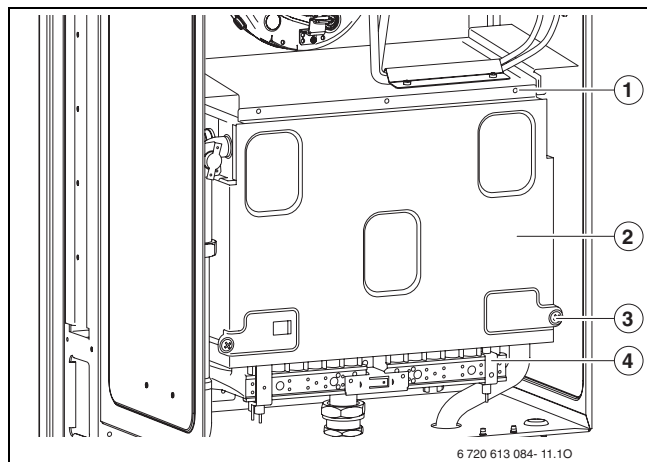

Fig. 58 Aprire il bruciatore
- ▶ Rimuovere la parete anteriore della camera di combustione e il bruciatore (fig. 58).